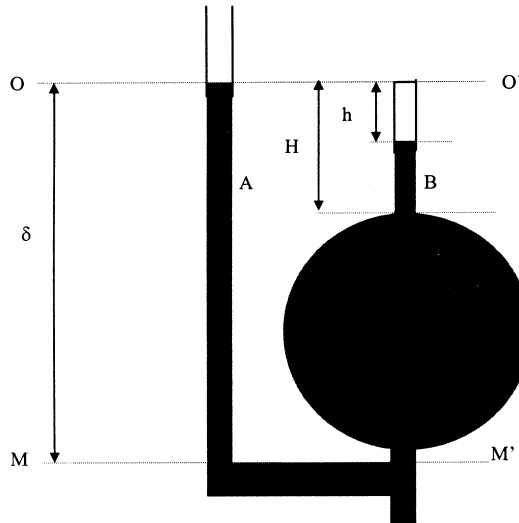

Figure 2
Pour mesurer les pressions de faible valeur d'une enceinte dans laquelle on a fait le vide, on utilise un manomètre dont le schéma est donné en figure 2. Ce manomètre comporte **un ballon surmonté d'un tube de faible section obturé à son extrémité supérieure** dans lequel on peut enfermer puis comprimer le gaz dont on désire mesurer la pression. La différence de pression entre le gaz comprimé et le gaz à la pression de l'enceinte est mesurée par une dénivellation de mercure. Un dispositif relié au tube inférieur du manomètre permet de faire monter ou descendre le niveau du mercure (on peut utiliser le principe des vases communicants avec un tuyau souple relié à un réservoir contenant un volume suffisant de mercure dont on change l'altitude). La partie supérieure du tube (A) est reliée à l'enceinte dont on désire mesurer la pression.
Avant la mesure (voir figure 2), le niveau supérieur du mercure se situe, dans le tube inférieur du manomètre, en dessous du niveau MM' ; la pression est alors identique dans le ballon et dans l'enceinte. On fait monter le niveau du mercure ; **on prendra comme état initial, le moment où le niveau supérieur du mercure atteint le niveau MM' ; soit alors P la valeur de la pression dans le ballon et dans l'enceinte.** A l'état final (cas représenté sur la figure 2), le mercure est immobilisé au niveau OO' dans le tube (A), son niveau est plus bas dans le tube (B); soit h la dénivellée mesurée. On suppose que la compression entre ces deux états est assez lente pour pouvoir être considérée comme parfaitement **isotherme** et que les gaz de l'enceinte se comportent comme des **gaz parfaits**. Par ailleurs, **dans toute cette partie, on négligera les effets qui seraient dus à la tension superficielle et aux effets de capillarité du mercure ainsi que les variations de pression dans les gaz dues à l'effet de la pesanteur.**
- C.7. Donner l'expression du rapport $(P' - P) / P$ qui caractérise la variation relative de la pression entre P et P' ; donner sa valeur numérique, en tenant compte des données expérimentales (voir au bas de la figure 2). Conclusion : est-il nécessaire de tenir compte de la variation de pression dans l'enceinte si on désire connaître la pression avec une précision de l'ordre de 0,5 % ?